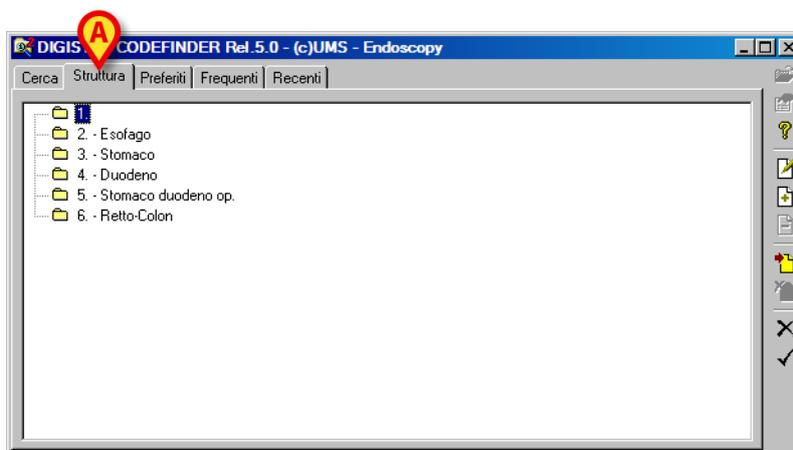

Fig 54 - Struttura
- cliccare l'etichetta "Struttura" (Fig 54 **A**). Si aprirà una finestra analoga a quella mostrata in Fig 54 (i contenuti specifici dipendono dall'insieme di codici in uso).